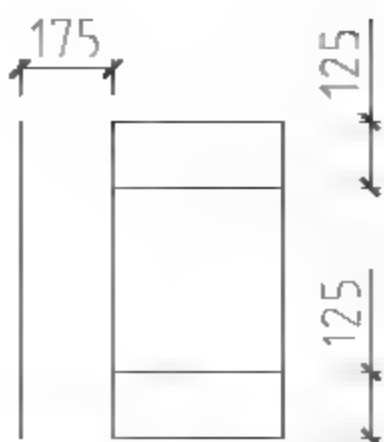

图8-93 偏移矩形边
- 03 调用O【偏移】命令，选择矩形的短边向内偏移，选择矩形的长边向左偏移，结果如图8-93所示。